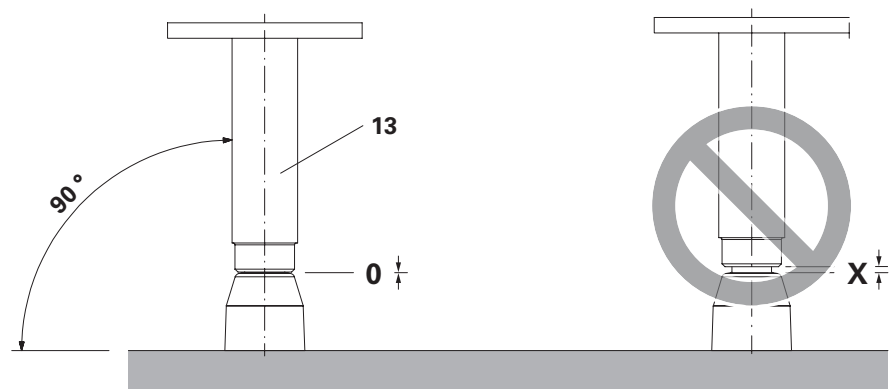

Fig. A5.03
4. Avvitare la boccola ancoraggio M24 (**13**) fino all'arresto, a 90° rispetto al pannello di rivestimento. (Fig. A5.03)